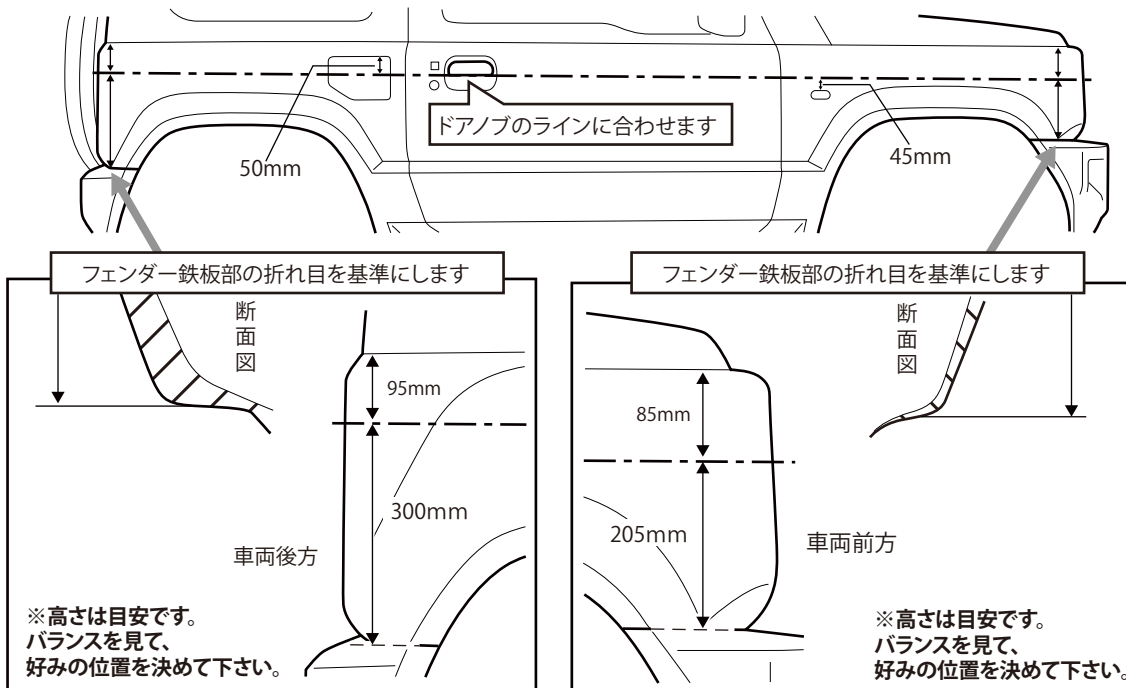

図2 ゴムモールの仮合わせ / 貼付け
ステンレスプレートより5mm以上長い場合、図2の寸法に合わせてカットして下さい。
- 図2を参考に、[B]ゴムモールを車体に仮合わせして固定し、[B]ゴムモールの上下に沿ってマスキングテープを貼ります。各[B]ゴムモール両端から10mm離して縦にマスキングテープを貼ります。([D]モールエンドキャップの糊代となります。)
- 図2、3を参考に、[C]ステンレスプレートを貼り付けます。